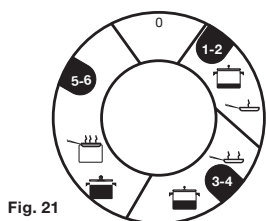

Fig. 21
Antes de iniciar el funcionamiento de los quemadores en el primer uso y cada vez que haga limpieza, verifique que la tapa esté centrada sobre el difusor ver fig. 21 a la 23 de la pag. 21.
Recomendaciones para la cocción de alimentos en cocinas eléctricas de resistencias termoprotégidas, ver fig.21.
1. Identifique los componentes del quemador tal como se muestra en la fig. 21 a 23. (Pág 21).